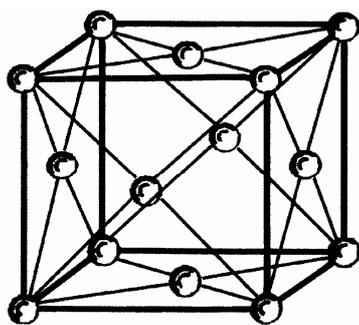

Рис. 2. ГЦК – гранецентрированная кубическая решетка
2) гранецентрированная кубическая – ГЦК (рис. 2). Такую решетку имеют металлы:  $Fe_{\gamma}$ , Cu, Ni, и др.